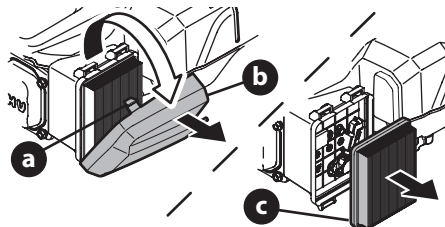

Figura 10
1. Presione las lengüetas (a) que aseguran la tapa del filtro de aire (b). Tire hacia atrás y quite la tapa (Figura 10).